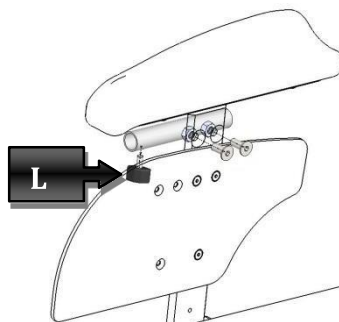

Abbildung 32
Um den Tisch zu montieren, muss erst das Befestigungsrohr (siehe Abbildung 32) an die rechte und linke Armlehne fixiert werden.
Jetzt kann der Tisch an den Rollstuhl befestigt werden. Die Rohre des Tisches in die zuvor fixierten Befestigungsrohre einführen. Nach Einstecken des Tisches die in Abbildung 32 gezeigten kleinen Hebel (L) betätigen, um ihn zu sichern. Den Vorgang einmal auf der linken und einmal auf der rechten Seite wiederholen.
Um die Höhe des Tisches einzustellen, den in Abbildung 32 hervorgehobenen Knauf (L) lösen, die gewünschte Höhe wählen und den Knauf wieder festdrehen.